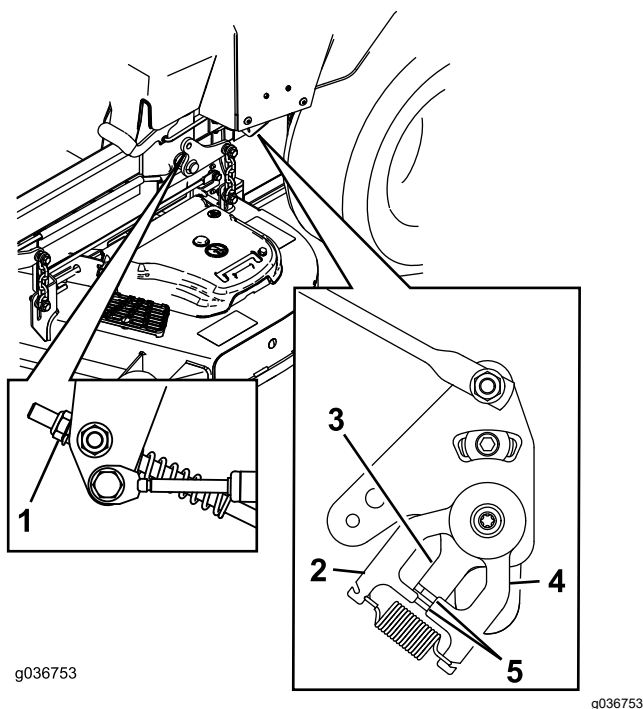

Figura 82
11. Ajuste la longitud de las varillas de control de las bombas girando la tuerca en el sentido apropiado, hasta que las ruedas se muevan ligeramente en marcha atrás (Figura 81 y Figura 82).